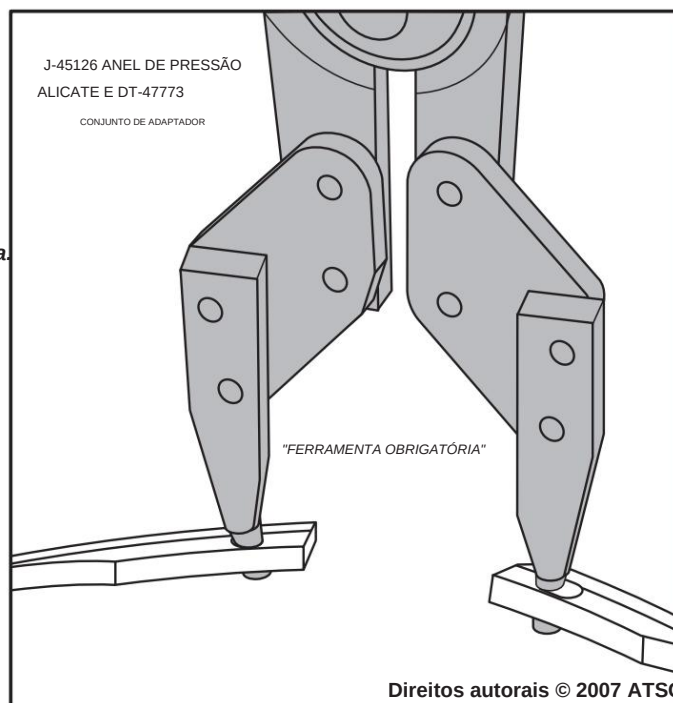

Figura 49
12. Remova o anel elástico do suporte central usando o alicate para anel elástico J-45126 junto com o conjunto de adaptadores DT-47773, conforme mostrado na Figura 49.